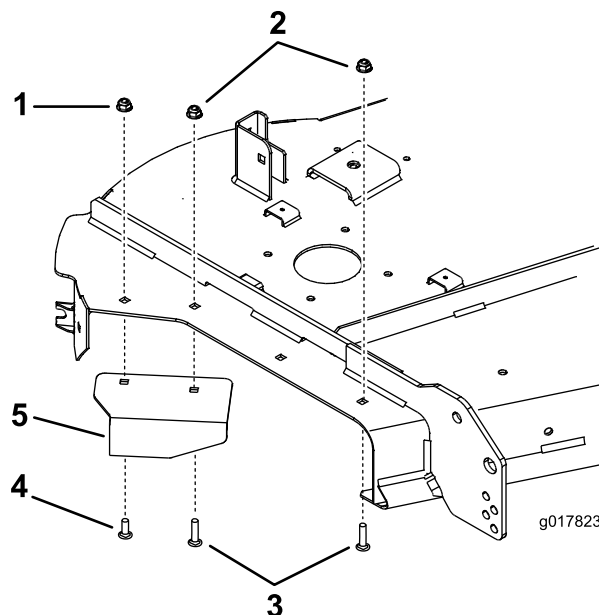

Figure 31
5. Installez un boulon de carrosserie et un écrou à embase dans le trou avant, comme montré à la Figure 31.